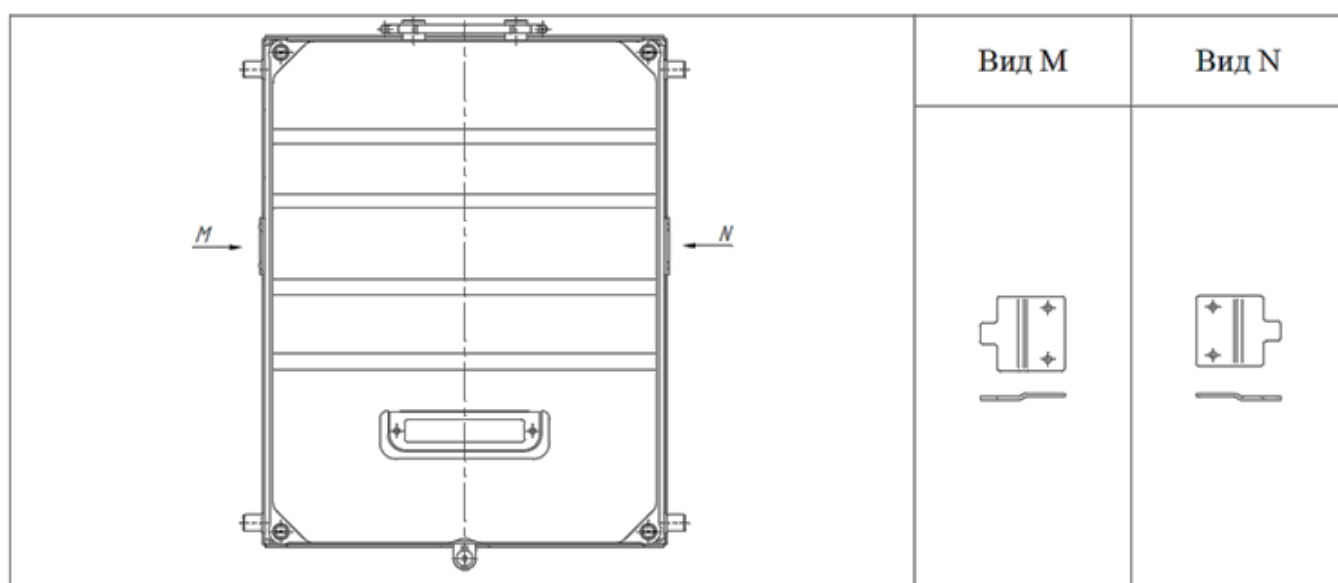

Рис. 1
7.1.1. Проверить наличие клейма, этикетки, маркировки завода-изготовителя, соответствие планки избирательности типу блока рисунок 1.